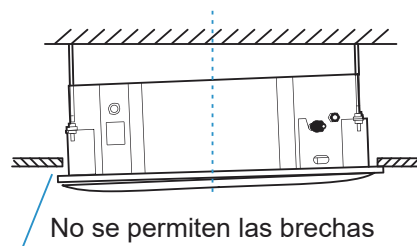

Figura 23
- No debe haber espacio entre el techo y el panel. Vea la Figura 23.